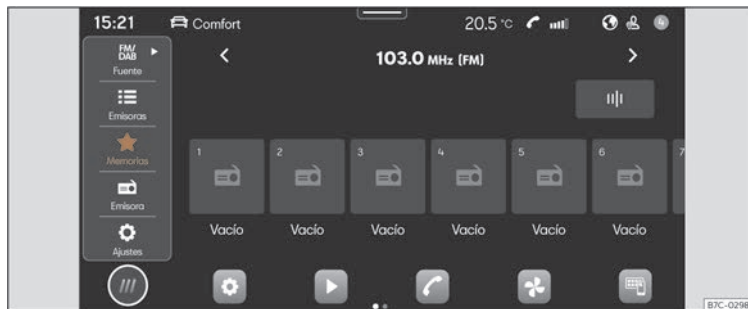

Fig. 152 Representación esquemática: Vista Radio.
- Prema **HOME** > >>> **fig. 152**.